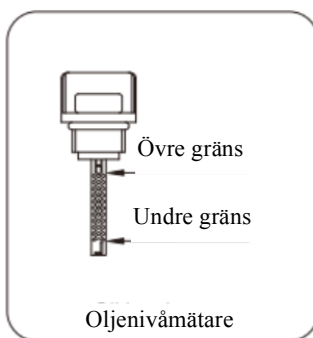

Bild 7
3. Tillsätt olja långsamt för att inte överfylla enheten. (Bild 7)